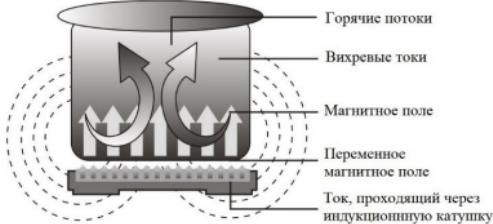

Рис. 1
- Индукционный нагрев посуды осуществляется переменным электромагнитным полем, поэтому используемая посуда должна обладать магнитными свойствами (рис. 1).